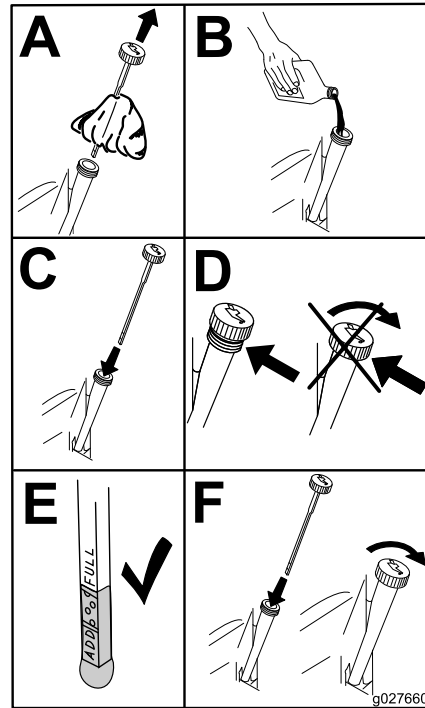

Figure 49
5. Versez lentement environ 80 % de l'huile spécifiée dans le tube de remplissage, puis faites l'appoint lentement pour faire monter le niveau jusqu'au repère maximum (Full) (Figure 49).